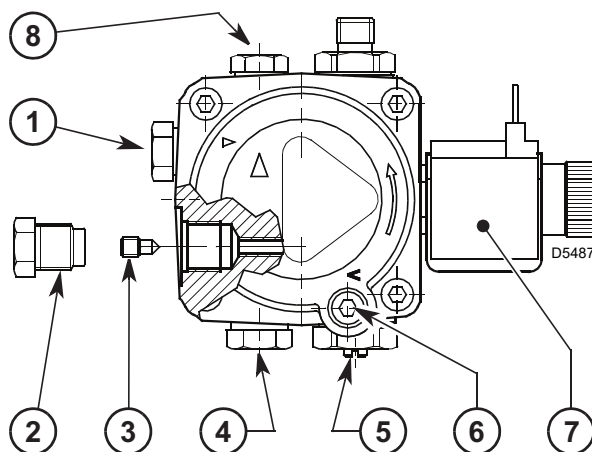

Abb. 15
- Stellen Sie bei Bedarf den Druck durch Betätigen der Schraube 5) Abb. 15 neu ein.